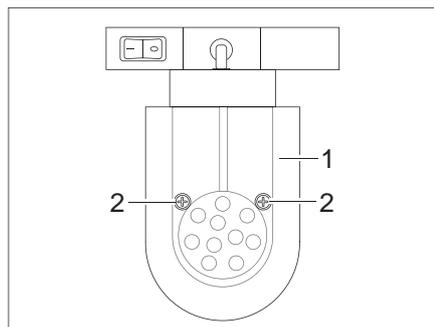

Bild 178 LED-Spotleuchte (verschiebbar)
- Befestigungsschrauben (Bild 178,2) lösen.
- Lampenglas (Bild 178,1) vorsichtig abnehmen.